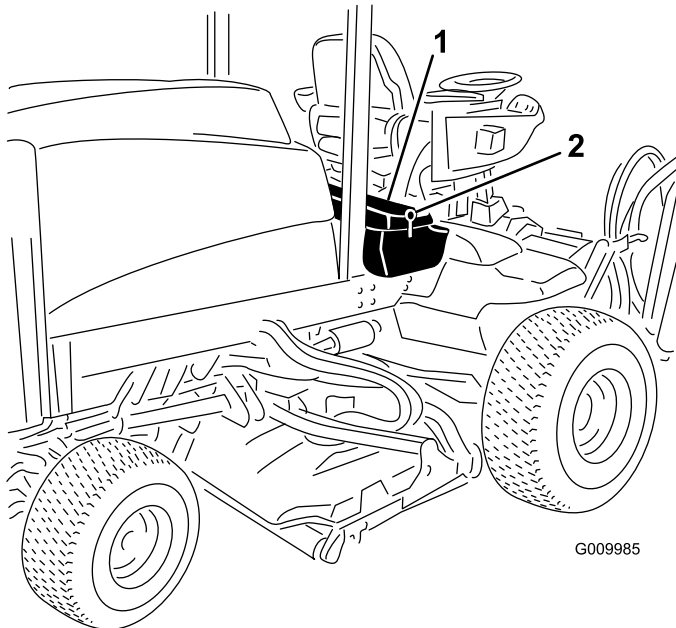

Figura 6
1. Desenganche y levante la tapa de la caja de la batería (Figura 6).